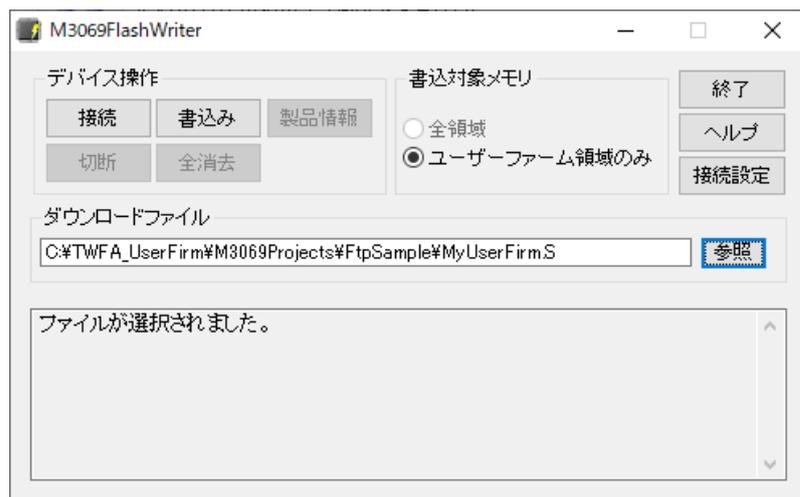

図 2 FTP クライアント・ファームのダウンロード
5. [参照]ボタンを押し、製品付属 CD の「¥TWFA_UserFirm¥M3069Projects¥FtpSample」フォルダから「MyUserFirm.S」ファイルを選択します(図 2)。